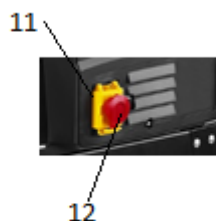

Рис. 8 Кнопка включения станка
1. Поднимите желтую откидную крышку (11), затем нажмите красную кнопку (12). Рис. 8.